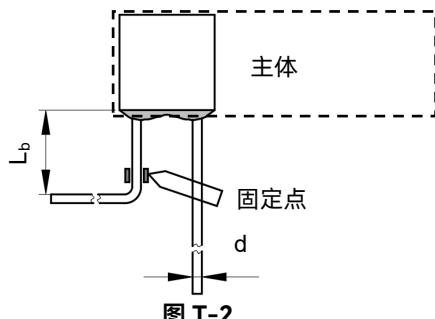

图 T-2
- 弯折引线时请使用钳子或其它工具固定（如图T-2所示），以免损坏产品。